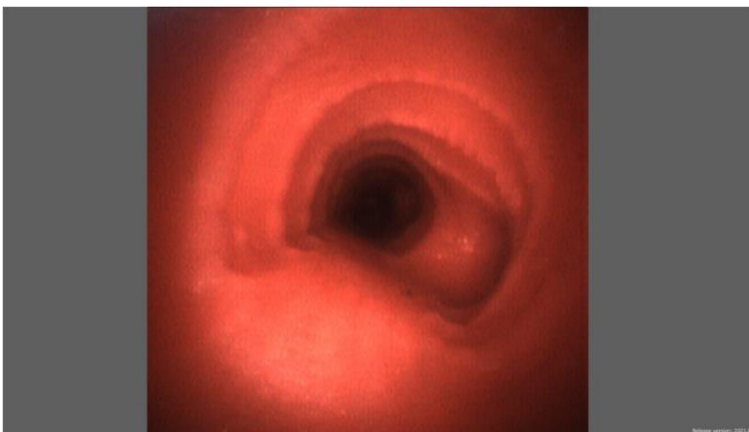

Figuur 5 - Achterkant van de controller
1. Installeer de controller in de endoscopische ruimte op maximaal 1 m van de patiënt en in de buurt van de endoscopische kolom (zie Figuur 11) ervoor te zorgen dat de stroomschakelaar en de voedingskabel (zie nr. 6 en nr. 7 in Figuur 5) altijd bereikbaar zijn om de controller los te koppelen.
2. Sluit de verschillende kabels aan op de controller (zie Figuur 5 voor de locatie van de verschillende poorten):